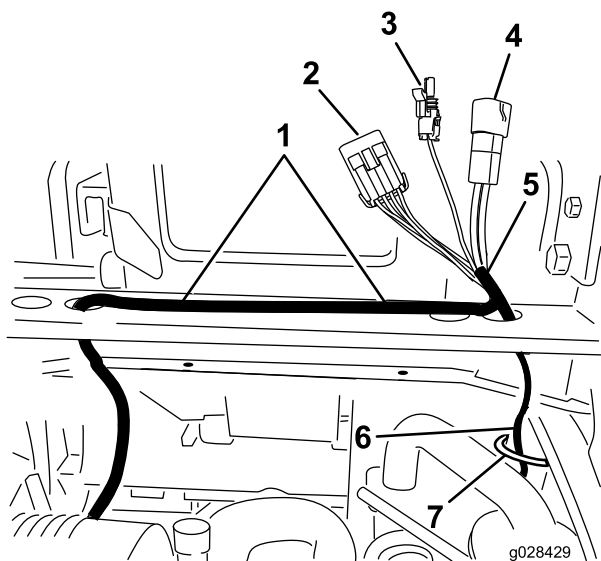

Figura 23
3. Dalla stessa estremità del cablaggio del connettore grande, disponete il filo lungo della cabina (con 3 connettori) verso il basso lungo il montante del ROPS, sotto l'elemento del telaio del pannello posteriore e verso l'alto attraverso il foro nella parte inferiore del quadro di comando (Figura 23).